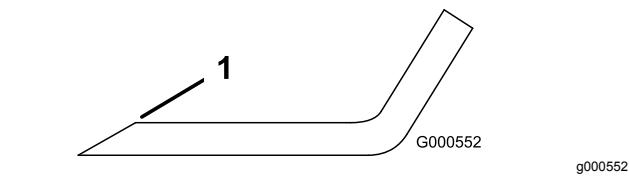

Figure 62
**Remarque:** Si la lame est déséquilibrée, limez un peu l'extrémité de l'ailette seulement (Figure 62).